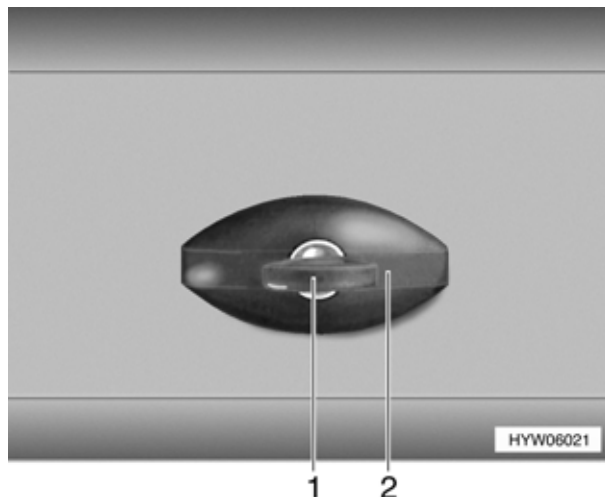

Fig. 31 Serratura dello sportello (variante 3), chiusa
- ▷ In caso di pioggia è possibile che dell'acqua penetri nella serratura aperta dello sportello. Chiudere perciò la maniglia della serratura (Fig. 31,2) come illustrato in Fig. 31.
- Inserire la chiave nel cilindro della serratura (Fig. 31,1) e girare in senso antiorario di un quarto di giro. La maniglia della serratura (Fig. 31,2) scatta all'infuori.